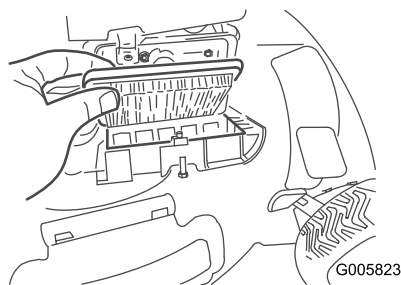

Figure 27
2. Remplacez le filtre à air (Figure 27).